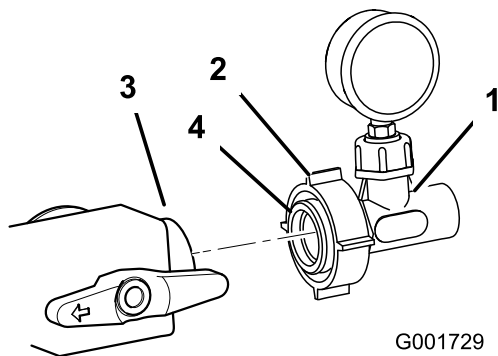

図 16
16. アダプタに入っている O リングを、非石油系の潤滑剤 (たとえば植物油) を使って潤滑する (図 16)。
(図 16)。プラスチック製ナットを締め付けてアセンブリをバルブに固定する。